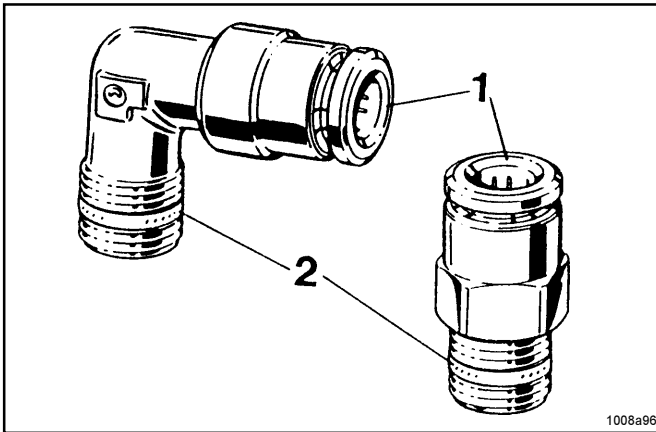

Fig.23: Raccords pour entrée
N. B. ! Pour les raccords d'entrée, utiliser uniquement des raccords ayant un collet renforcé et une bague d'étanchéité 2, fig 23.